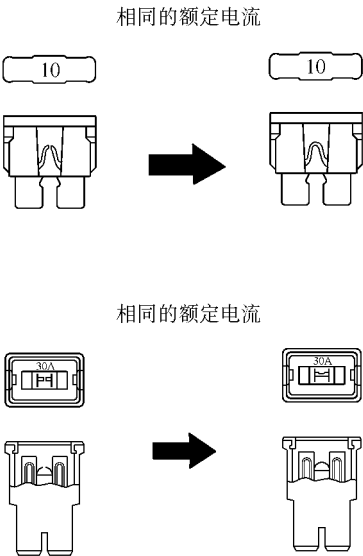

图 18-57 更换额定电流相同的熔丝
- (2) 如果更换熔丝，必须是换用额定电流相同的熔丝，如图 18-57 所示。